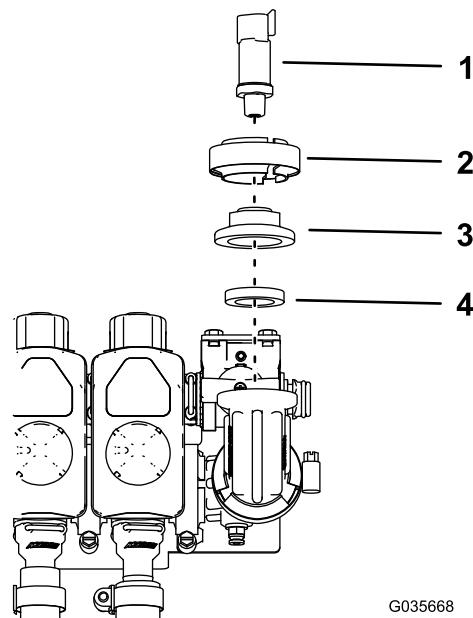

Figura 2
7. Montate la guarnizione flangiata, il raccordo del tappo e il trasduttore di pressione fissandoli con il morsetto del trasduttore che avete appena rimosso (Figura 2).